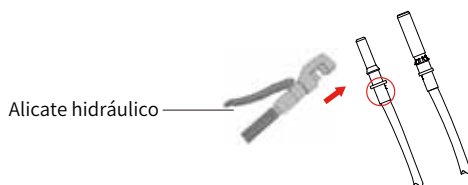

Figura 6.4 Crimpe o pino de contato ao fio
b) Terminais de crimpagem de metal com um alicate de crimpagem como mostrado na figura. (como mostra a figura 6.4).